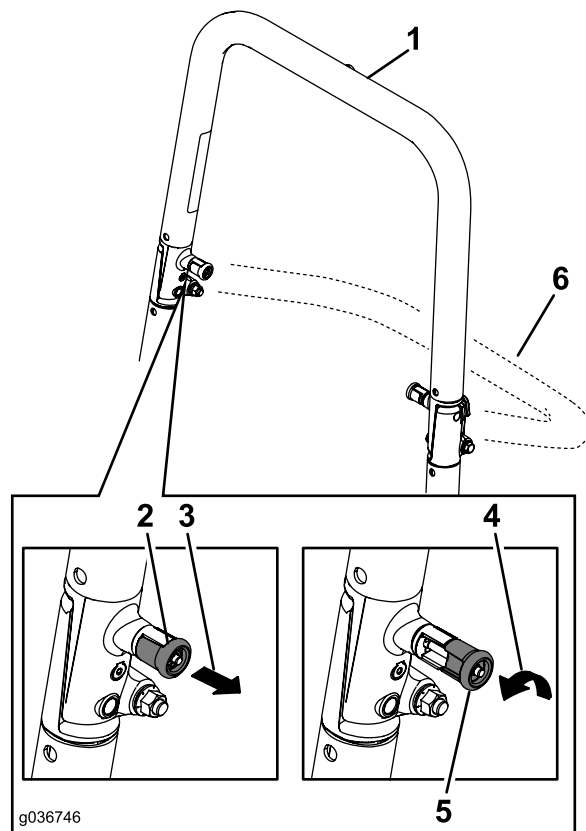

Figure 9
2. Tirez sur les deux boutons et tournez-les à 90 degrés pour les désengager (Figure 9).
3. Faites pivoter l'arceau de sécurité à la position abaissée (Figure 9).
4. Pour élever l'arceau de sécurité, levez-le à la position d'utilisation et tournez les boutons de sorte à les déplacer partiellement dans les rainures (Figure 9).
5. Redressez l'arceau de sécurité en position relevée tout en poussant sur la partie supérieure de sorte que les goupilles s'engagent en position quand les trous sont en face (Figure 9).